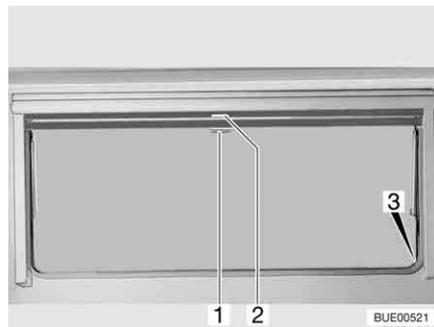

Bild 52 Ausstellfenster
- Verdunklungsrollo am Griff (Bild 52,2) nach unten ziehen. Wenn das Verdunklungsrollo ganz geschlossen wird, das Verdunklungsrollo auf beiden Seiten am Fensterrahmen in die Arretierung (Bild 52,3) einhängen.
- Wenn das Verdunklungsrollo vollständig geschlossen ist: Den Griff (Bild 52,2) nach unten drücken und den Griff dabei leicht nach innen ziehen. Das Verdunklungsrollo aus den Arretierungen links und rechts am Fensterrahmen aushängen.
- Wenn sich das Verdunklungsrollo in Zwischenposition befindet: Den Griff (Bild 52,2) leicht nach unten ziehen, bis sich die Arretierung gelöst hat.
- Insektenschutzrollo am Griff (Bild 52,1) nach unten ziehen und auf beiden Seiten am Fensterrahmen in die Arretierung (Bild 52,3) einhängen.
- Griff (Bild 52,1) nach unten drücken und den Griff dabei leicht nach innen ziehen. Das Insektenschutzrollo aus den Arretierungen links und rechts am Fensterrahmen aushängen.